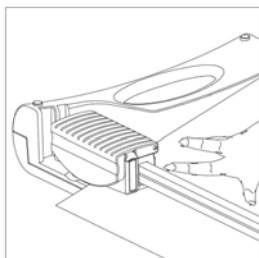

Fig. 4
- 2 Poussez la tête de coupe sur un côté du rail de guidage (Fig. 4).